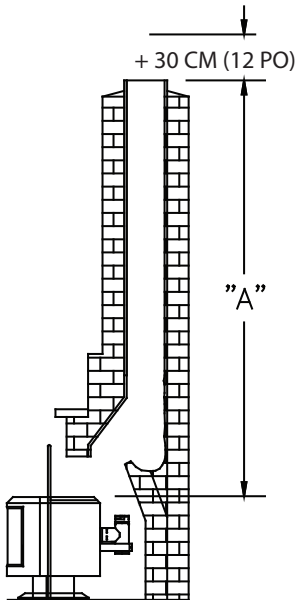

Figure 18
3. Mesurer et enregistrer les dimensions comme illustré à la (**Figure 18**).